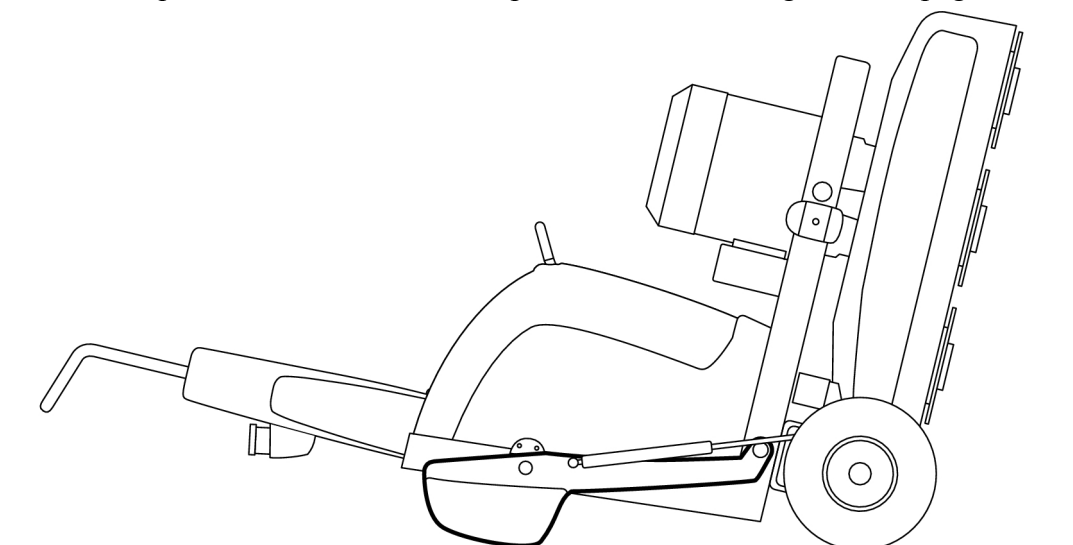

Figura 4-12. Macchina appoggiata al pavimento
5. Sollevare la macchina quanto basta per bloccare il peso in posizione sollevata. Abbassare quindi l'intera macchina sul pavimento, vedere Figura 4-12, pagina 24.